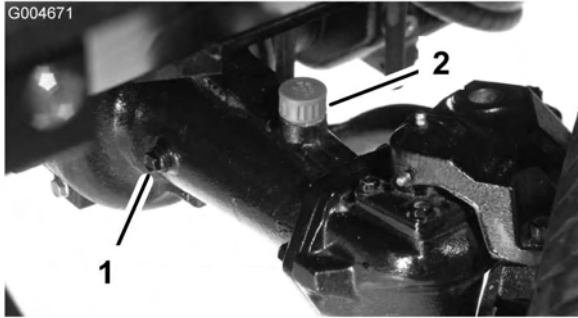

Figure 12
2. Enlevez un bouchon de contrôle à une extrémité du pont arrière (Figure 12) et vérifiez que le lubrifiant atteint la base de l'orifice. Si le niveau est bas, enlevez le bouchon de remplissage (Figure 12) et ajoutez suffisamment de lubrifiant pour rectifier le niveau.